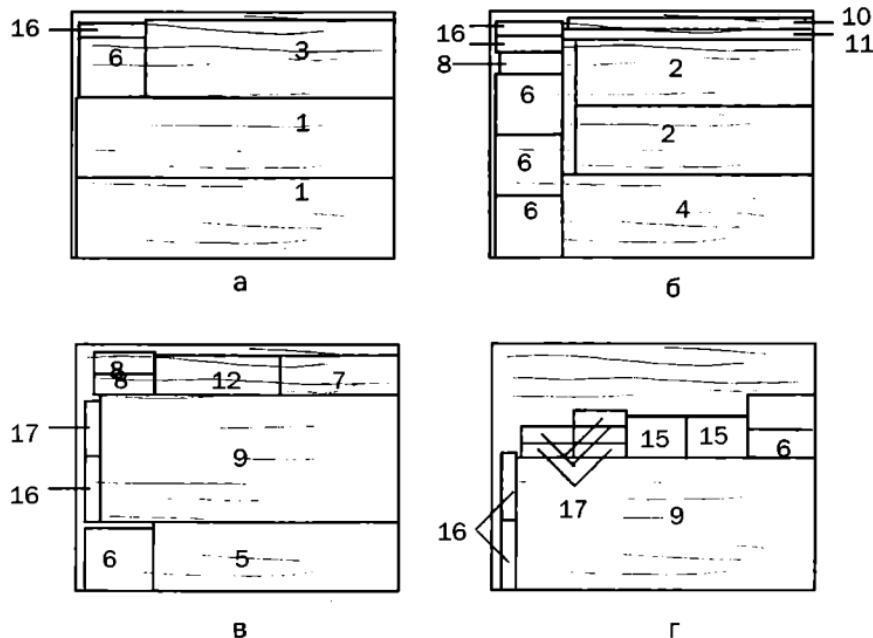

Рис. 135. Схема раскрай ДСП (цифровые обозначения соответствуют деталям в перечне размеров): а — 1-й лист; б — 2-й лист; в — 3-й лист; г — 4-й лист
9. После определения размеров нарисуйте примерную схему раскroя ДСП (рис. 135).